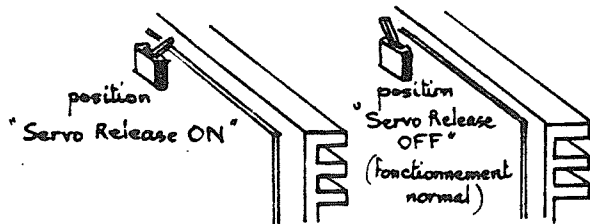

Figure 13
Positionner l'interrupteur F72 sur la carte PD (fig.8) dans la position "servo Release ON" (fig.13) de façon à déconnecter l'asservissement du positionneur
Mise en place d'une cartouche banale : l'interrupteur F72 de la carte PD étant en position "servo Release ON" (fig 13) et l'interrupteur chargement/marche en position chargement (fig 6), attendre que le voyant chargement s'allume (fig 6), puis écarter manuellement les oreilles de verrouillage cartouche (fig.15).
- Conserver la cartouche banale sur le disque et basculer l'interrupteur F72 de la carte PD (fig.13) sur la position "Servo Release OFF".